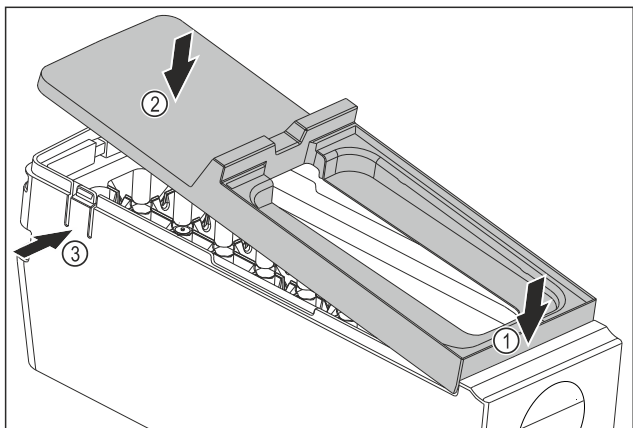

Fig. 134
- ▶ Montați apărătoarea corpului EasyTwist-Ice: Așezați în față apărătoarea. Fig. 134 (1)
- ▶ Coborâți în spate apărătoarea. Fig. 134 (2)
- ▷ Apărătoarea se fixează în poziție cu zgomot specific în cele două eclise Fig. 134 (3).